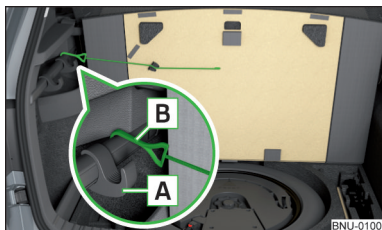

Fig. 143
- ▶ Împingeți cârligul din față **A** peste șipcă cât de mult posibil și rabatați-l în jos până la limită » fig. 143.